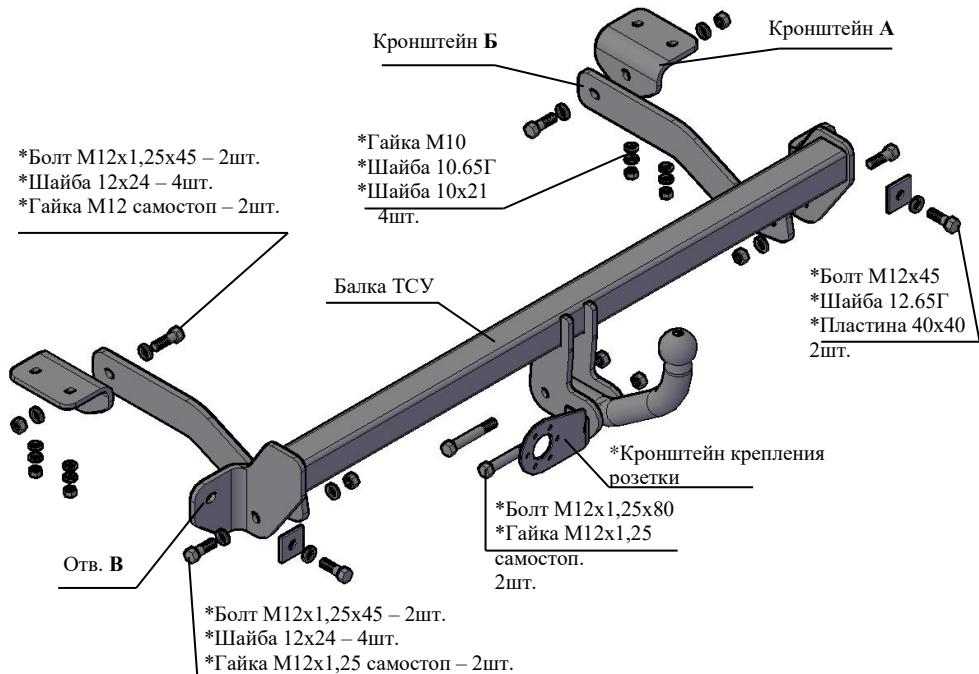

Рис.1 Тягово-цепное устройство 9510
2.1 ТСУ 9510 в сборе (рис.1)	1 шт.
2.2. Пакет с комплектующими (см. рис.1)	шт.
Закрепить сцепной шар и кронштейн крепления розетки к кронштейнам шара крепежом соответственно рис.1 (предварительно кронштейн крепления розетки скрепить с уголком болтом M10x20 и гайкой M10 самостоп).